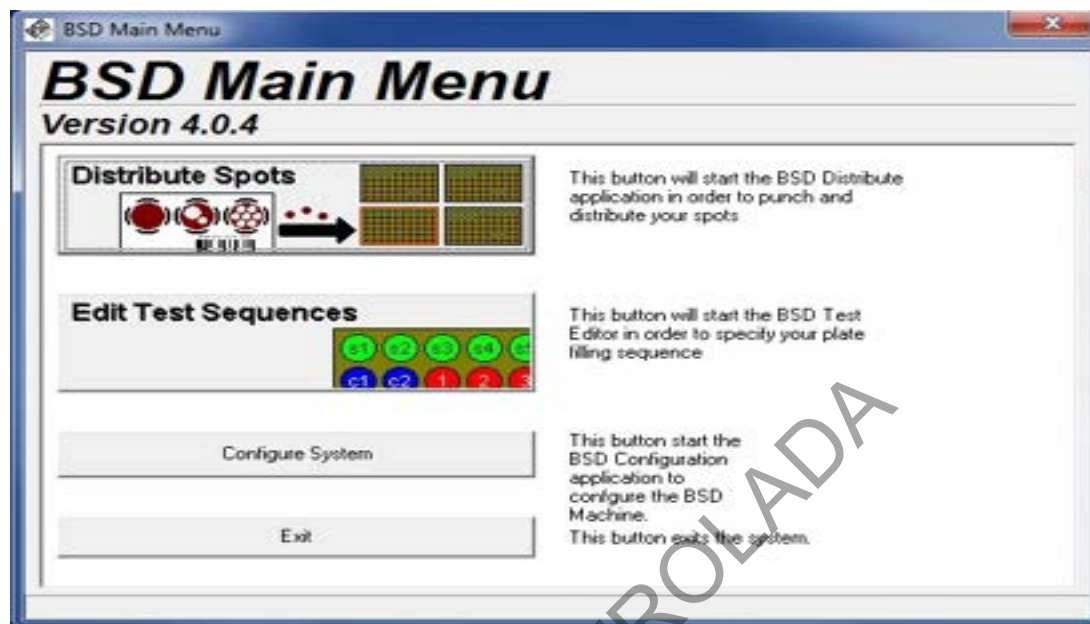

Figura 6. Menú Principal
- 7.2.2** Seleccione, en la pantalla que se despliega, el ícono con la opción Distribución de Manchas ("Distribute Spots") (ver figura 6).